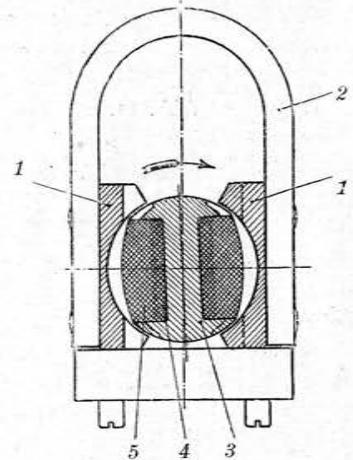

Abb. 10.
Abb. 10 ist ein schematischer Querschnitt des Apparates. Die Abb. 11 zeigt den Apparat von der Unterbrecherseite und Abb. 12 im Längsschnitt. Zwischen den beiden Polschuhen (1) des hufeisenförmigen Stahlmagnets (2), der ein kräftiges magnet. Feld bildet, dreht sich der doppelt T-förmige Anker (3). Der Anker ist mit einer Anzahl von zusammenhängenden Drahtwindungen bewickelt, und zwar mit einigen wenigen Windungen dicken Drahtes, der primären Wicklung (4), und daran anschließend mit vielen Windungen dünnen Drahtes, der sekundären Wick-